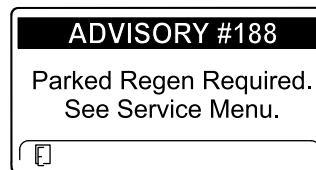

Bild 72
- Eine geparkte Regenerierung ist erforderlich, ADVISORY #188 (Bild 72)